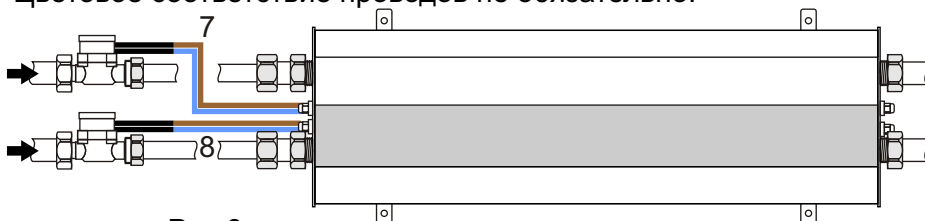

Рис.8
- ▶ Электрическое подключение датчика протока 1-го канала выполняется к выводам 7. (рис.8)
- ▶ Электрическое подключение датчика протока 2-го канала выполняется к выводам 8. (Рис.8)